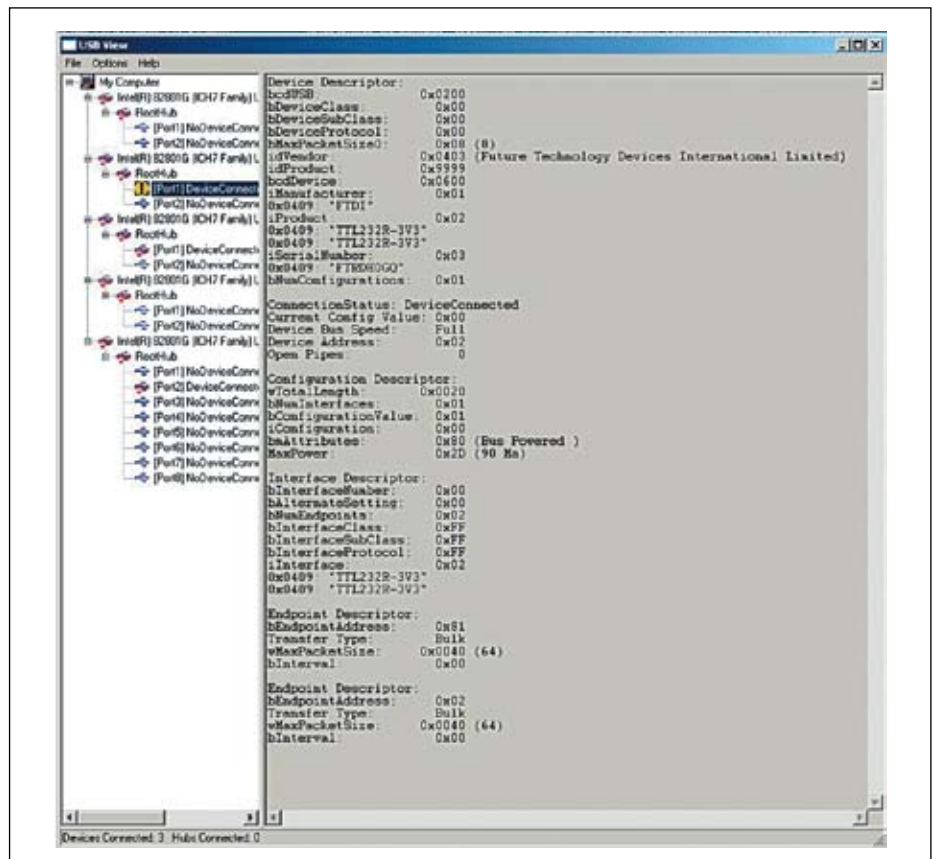

Рис. 10. Утилита USBView
USBView. Данную программу можно найти и скачать с сайта FTDI. На рис. 10 показана ситуация проверки причины неправильно-
- По мнению FTDI, 99% таких случаев вызваны прямым подключением экрана разъема к «земле» — в соответствии с рис. 10 это означает, что выводы разъема USB 5 и 6 соединены с выводом 4 этого же разъема. Такое соединение является некорректным.